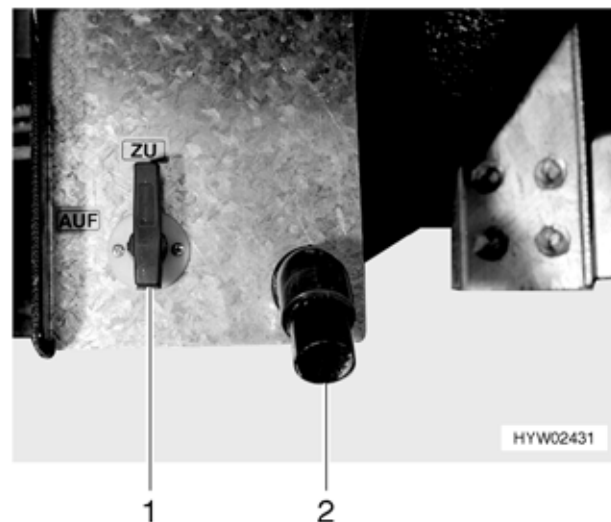
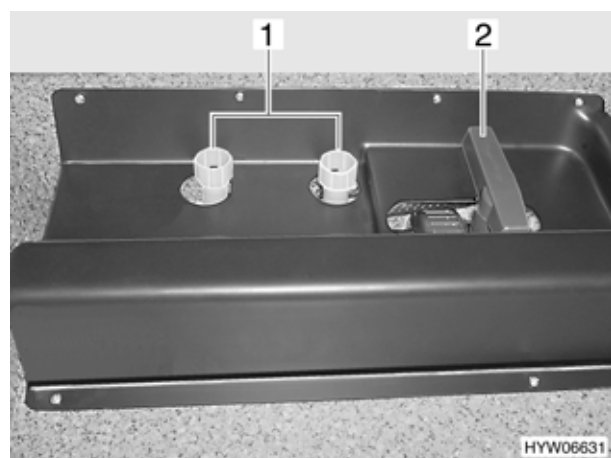

Bild 137 Bedienhebel und Ablaufrohr des Abwassertanks, geschlossen
Bild 138 Bedienhebel für Abwassertank in der Heckgarage, geschlossen
- beim Ablaufrohr (Bild 137,2) auf der linken bzw. rechten Fahrzeugseite (Bild 137,1) (Star-Line) oder
- in der Heckgarage/im Heckstauraum (Bild 138,2) bei Modellen mit Doppelboden.
Der Abwasserschlauch (Serie) befindet sich im Gaskasten und kann als Verlängerung auf das Ablaufrohr (Bild 137,2) gesteckt werden.
- Zum Öffnen des Ablasshahns den Bedienhebel (Bild 137,1 bzw. Bild 138,2) eine viertel Umdrehung entgegen dem Uhrzeigersinn drehen. Der Bedienhebel steht waagrecht.